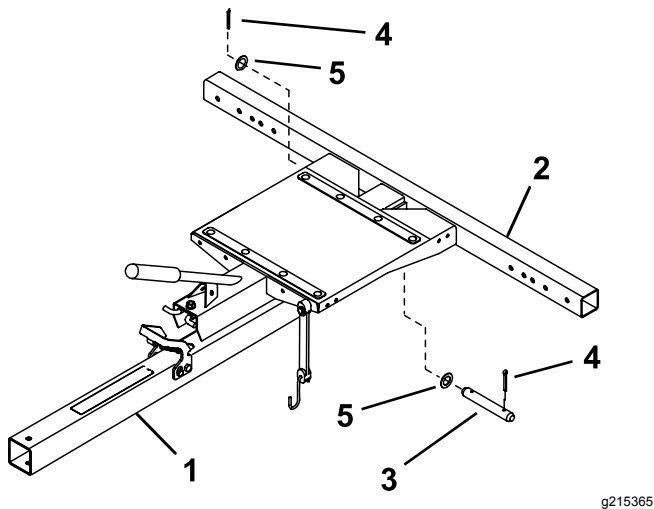

Figura 1
1. Insira o conjunto do garfo no conjunto da estrutura alinhando os furos de montagem traseiros (Figura 1).
2. Prenda o conjunto do garfo na montagem da estrutura com um passador de forquilha, duas anilhas e dois contrapinos (Figura 1).